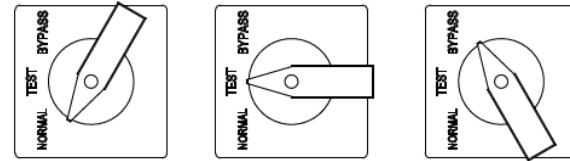

Рис. 6
- 5-4. После подключения кабелей питания к БСБ-О, выполните подключение к ИБП, как показано ниже. См. Рис.6.